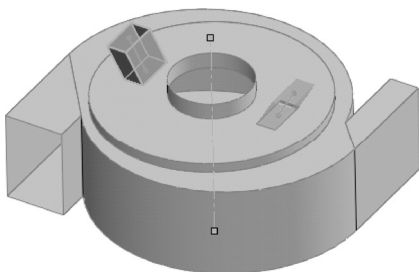

图 4-143 移动复制曲面操作
STEP 12 选择“插入”>“曲面”>“移动/复制”菜单，选择 **STEP 10** 创建的倾斜面为要复制的面（单击“复制”按钮），选择图 4-140b 所示草图的中心线为旋转轴线，以 180° 为旋转角度复制出一个面，如图 4-143 所示。